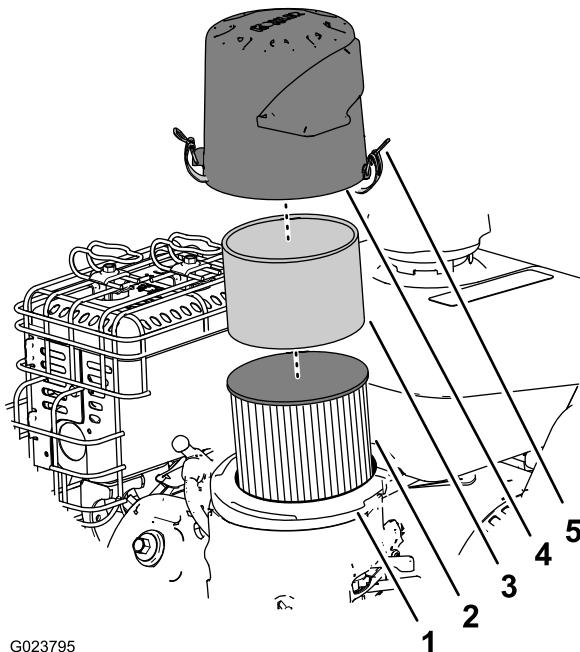

Рисунок 22
2. Снимите крышку и тщательно очистите ее (Рисунок 22).
3. Снимите фильтр предварительной очистки из вспененного материала и промойте его в воде с мягким моющим средством, затем осушите промоканием (Рисунок 22).
4. Снимите и осмотрите бумажный элемент фильтра (Рисунок 22) и удалите его в отходы, если он сильно загрязнен.
6. Установите фильтр предварительной очистки из вспененного материала на бумажный фильтр (Рисунок 22).
7. Установите воздушный фильтр в сборе на основание воздушного фильтра (Рисунок 22).